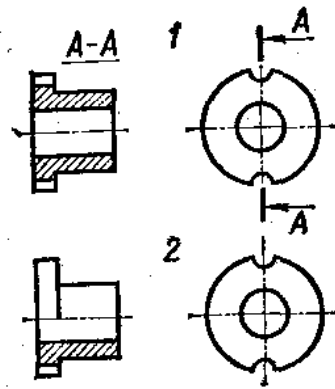

Рис. 13
**На каком чертеже разрез выполнен согласно стандарту (Рис.13)?**